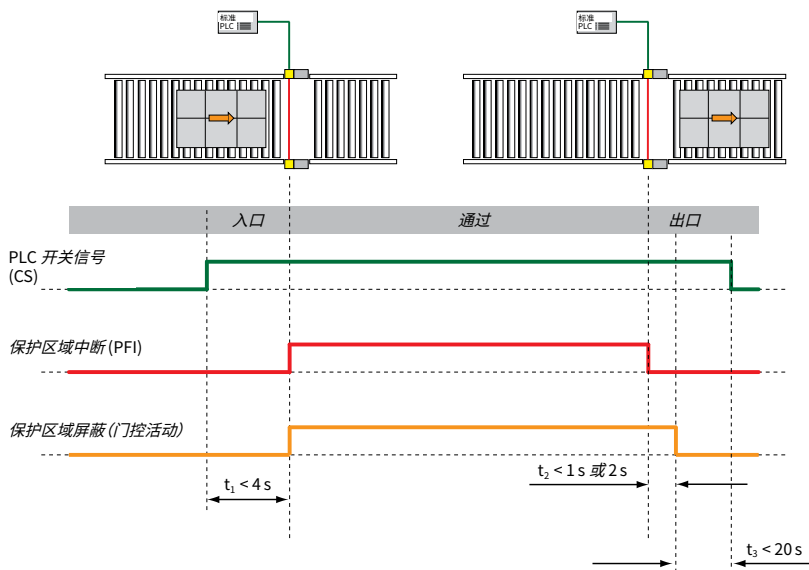

图 4: 运输材料通过保护区域时的典型信号传输
系统控制 (PLC) 将开关信号 (CS) 发送到安全光幕后, 运输材料必须在 4 秒内进入保护区域 ( $t_1$ , 图 4)。在进入期间, 安全光幕将生成第二信号 (PFI), 并开始屏蔽保护区域 (门控)。通过基本设置, 运输材料必须在 10 分钟内通过; 否则, 安全光幕的接收器将进入互锁状态。或者, 可激活最长 100 小时的超时延长, 在不阻止门控序列的情况下, 在换班期间或者周末停止工作时, 门控系统依然有效。